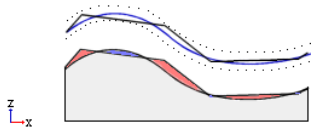

图 2-18 曲面精度
- **【曲面精度】**: 曲面精度决定了刀具路径逼近曲面时的最大偏差, 如图 2-18 所示。零件曲面精度越高, 则加工得到曲面与设计曲面越接近; 零件曲面精度较低, 则与零件的偏差越大, 但生成程序的计算要快得多。粗加工偏差一般可以设定为加工余量的 10%~30%, 即 0.1~0.2mm; 半精加工设置为 0.05~0.1mm; 精加工偏差控制在标注尺寸公差的 1/5~1/10, 即 0.01~0.05mm。